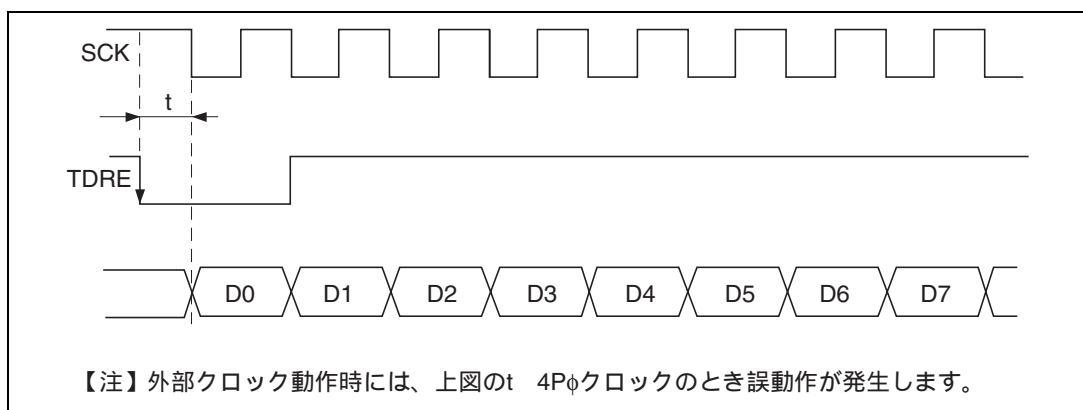

図 12.22 DMAC によるクロック同期式送信時の例
同期クロックに外部クロックソースを使用する場合、DMAC による TDR の更新後、システムクロック (CK) で 5 クロック以上経過した後に、送信クロックを入力してください。TDR の更新後 4 ステート以内に送信クロックを入力すると、誤動作することがあります。(図 12.22)